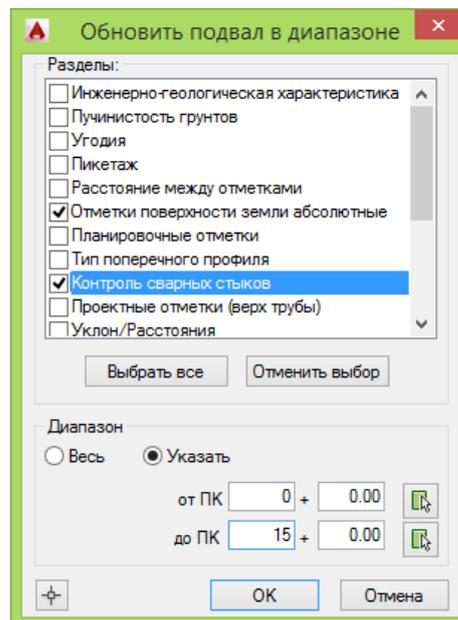

Рис. 76. Используя команду Обновить диапазон, можно указать отдельные разделы и диапазон, в котором необходимо обновить подвал.
2. В диалоговом окне *Обновить подвал в диапазоне* (см. Рис. 76) отметить нужные разделы и задать диапазон обновления.